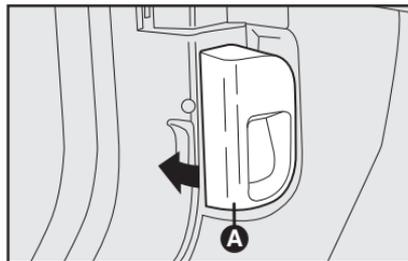

fig. 102
- 1) Tire de la palanca **A-fig. 102**.